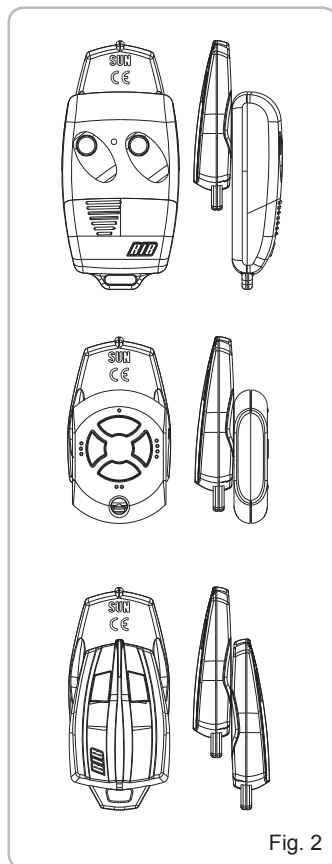

Fig. 2
3. Durante il tempo di 30 secondi premete un tasto sul telecomando valido (es. canale A, ma potrebbe essere anche canale B o C o D) per registrarlo nel SUN CLONE come mostrato in Fig. 2.
N.B.: Eseguire la Clonazione appoggiando il telecomando valido sul SUN CLONE come da Fig. 2.
3. Durant ces 30 secondes, appuyer sur une touche de la télécommande (ex. canal A, mais ce pourrait aussi être canal B ou C ou D) pour l'enregistrer dans le SUN CLONE comme montré sur la Fig. 2.
N.B.: Exécuter le Clonage en posant le tx sur le tx MOON CLONE comme selon la Fig. 2. Une position différente éventuelle ne permettra pas un clonage exact.